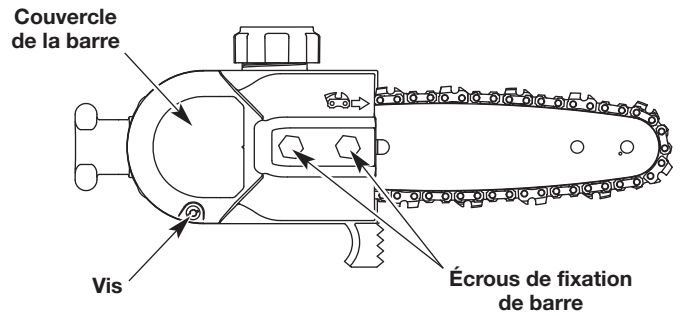

Fig. 10
- Retirez la vis et deux (2) écrous de fixation de barre. Retirez le couvercle de la barre (Fig. 10).